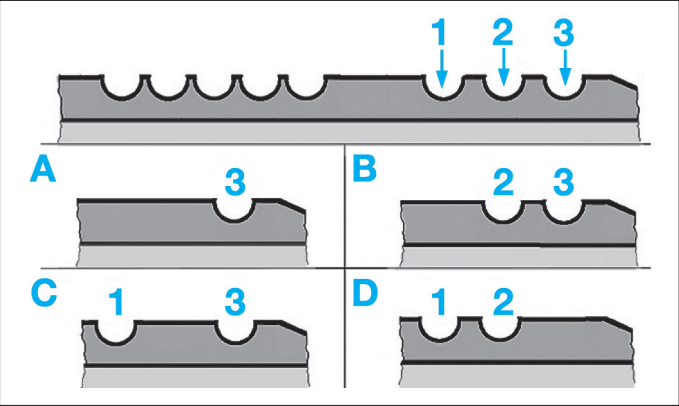

FIG. 4
La marque Reinz est identifiable avec les encoches (1) et (3) disposées repère (C). Les encoches disposées repères (A) et (B) représentent la marque ELRING. Les encoches repère (D) représente la marque FEDERAL MOGUL (Fig.4).